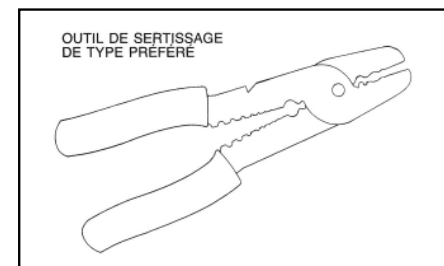

fig. 5
- E) Posez les bornes neuves sur les câbles siles bornes d'origine ont été coupées. La grosse borne est la borne positive; la petite borne est la borne négative. Faites très attention de les poser correctement; si vous les inversez, la pompe va fonctionner dans le mauvais sens et ne pompera pas. Dénudez les câbles sur environ 6 mm (1/4 po) pour y poser les bornes. De préférence au moyen de l'outil de sertissage illustré (Voir fig. 5), sertissez les bornes sur les câbles. Assurez-vous qu'elles sont solidement fixées et ne risquent pas de se détacher.